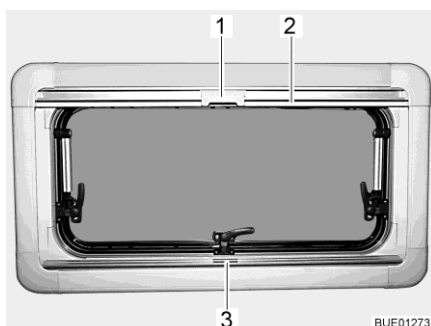

Fig. 119 Finestra apribile
- Afferrare la tendina oscurante pieghevole per la parte centrale della barra di presa (Fig. 119,3), tirarla dal basso verso l'alto e rilasciarla nella posizione desiderata. La tendina oscurante pieghevole rimane in questa posizione.
- Tirare la zanzariera a rullo accompagnandola con la barra di presa (Fig. 119,2) verso il basso, fino a quando la barra di presa non arriva a contatto con la tendina oscurante pieghevole (Fig. 119,3).
- Bloccare l'aggancio (Fig. 119,1) della zanzariera a rullo nella barra di presa della tendina oscurante pieghevole.
- Premere in alto all'indietro l'aggancio (Fig. 119,1) sulla zanzariera a rullo.
- Ricondurre lentamente la zanzariera a rullo accompagnandola con la barra di presa (Fig. 119,2).